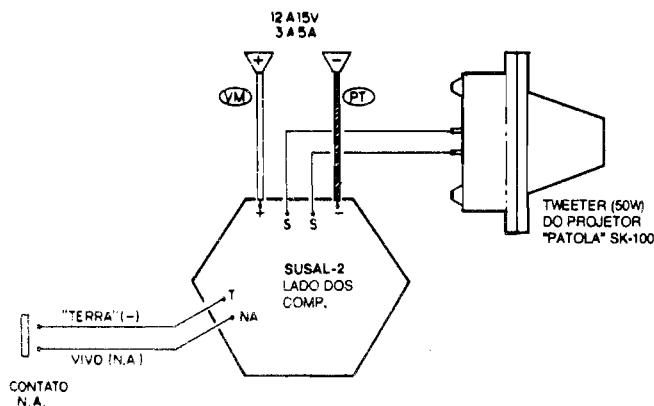

Fig.4
- **FIG. 4 - CONEXÕES EXTERNAS À PLACA** - As ligações externas à placa são simples, totalmente detalhadas no diagrama (placa ainda vista pela sua face não cobreada...). O ponto mais importante a observar é quanto à polaridade da alimentação, sendo aconselhável a utilização "regulamentada" de fio **vermelho** para o **positivo** e fio **preto** para o **negativo**... Observem, ainda que as ligações de Saida (S-S), mostram o transdutor (**tweeter**) "nú", removido da sua "corneta" e "projetor" (basta soltar alguns parafusos no conjunto, que ele todo se desmonta de forma bastante lógica, e muito fácil de - depois - "remontar" corretamente, como sempre ocorre nos produtos "Patola" (Se algum engraçadinho, aí, está pensando em "corrupção", pode morder o progenitor nas nádegas... Não recebemos um